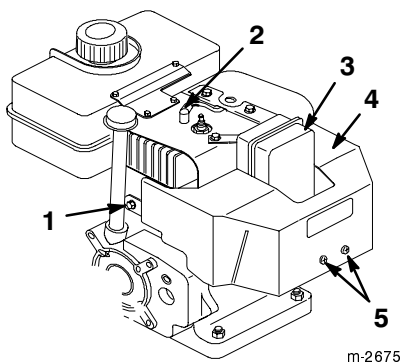

Bild 21
Entfernen Sie den Vergaserheizkasten (Bild 21), wenn der Motor bei Temperaturen über 4°C eingesetzt wird.
1. Ziehen Sie den Zündkerzenstecker ab und achten darauf, dass er die Kerze nicht berührt (Bild 21).
4. Entfernen Sie die beiden Kreuzschlitzschrauben, die beiden Sechskantschrauben und die Sicherungsscheibe, mit denen der Vergaser-Heizkasten befestigt ist (Bild 21).
8. Stecken Sie den Zündkerzenstecker wieder auf die Zündkerze auf (Bild 21).